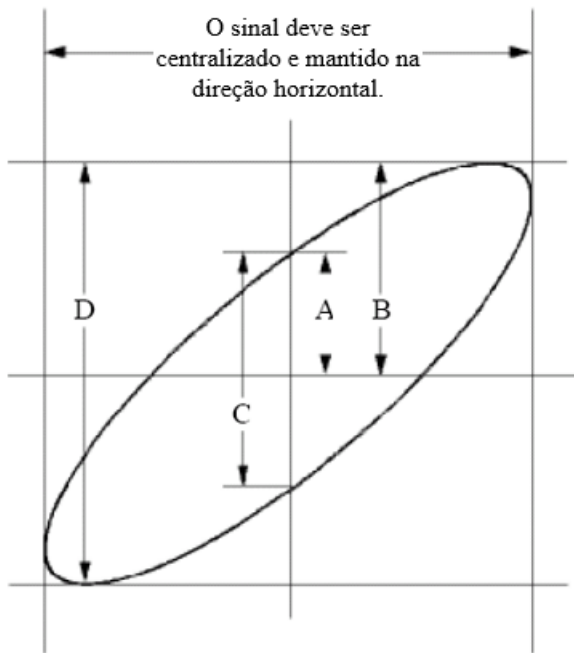

Figura 31
- (1) Defina o coeficiente de atenuação do menu da sonda para **10X** e o do seletor na sonda para **10X** (consulte "**Como definir o coeficiente de atenuação da sonda**" (ver página 18).
- (2) Conecte a sonda do canal 1 à entrada do circuito e a do Canal 2 à saída do circuito.
- (3) Pressione o botão **Autoset**, com o osciloscópio ligando os sinais dos dois canais e exibindo-os na tela.
- (4) Gire o knob **Vertical Scale**, tornando as amplitudes de dois sinais aproximadamente iguais.
- (5) Pressione o botão **Acquire** para exibir o menu direito.
- (6) No menu direito, selecione **XY Mode** como **ON**. O osciloscópio exibirá as características do sinal na forma de gráfico de Lissajous.
- (7) Gire os knobs **Vertical Scale** e **Vertical Position**, otimizando a forma de onda.
- (8) Com o método de oscilograma elíptico adotado, observe e calcule a diferença de fase (ver Figura 31).